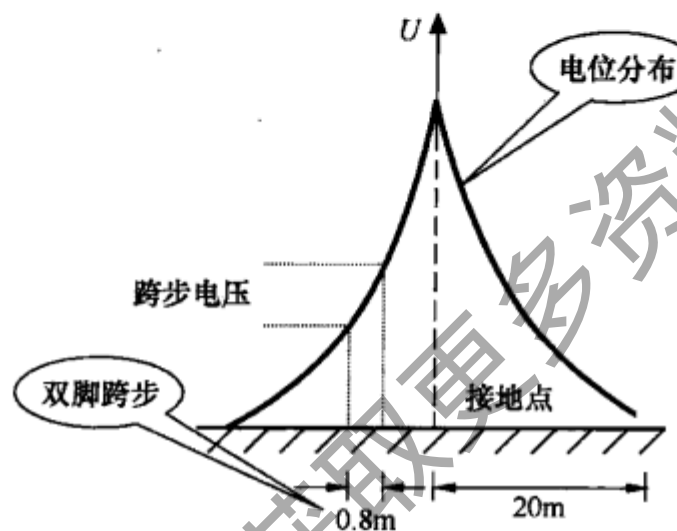

图 1-33 跨步电压触电
**原因分析：**工作人员站在水泥杆上时，短路电流主要通过水泥杆配筋流入大地，水泥杆的电阻小，相应的电位差小，因此，流经人体的电流很小，一般不会有麻电感觉。然而人体一旦接触地面，且两脚间存在一定距离，接地电阻及土壤电阻形成的电位差容易使人体因跨步电压而触电，如图 1-33 所示。防止跨步电压触电的措施是人体不能同时接触电杆和地面，应单脚或双脚并立跳动位移，或者穿绝缘靴，直到跳出危险地区为止（距电源接地点 8m 以外）。